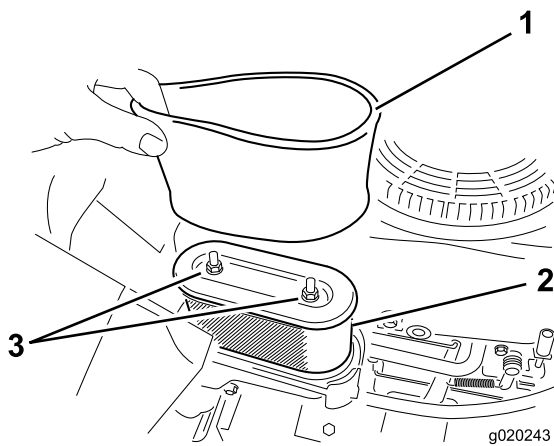

Bild 32
5. Nehmen Sie die Schaum- und Papiereinsätze vorsichtig aus dem Luftfiltergehäuse heraus (Bild 32).
1. Setzen Sie den Schaumfilter auf den Papierfilter (Bild 32).